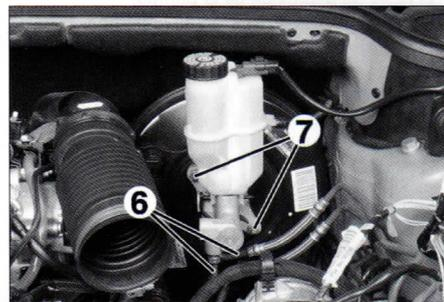

FIG. 13
- las tuberías (6) (fig. 13) de unión entre la bomba y el grupo hidráulico.